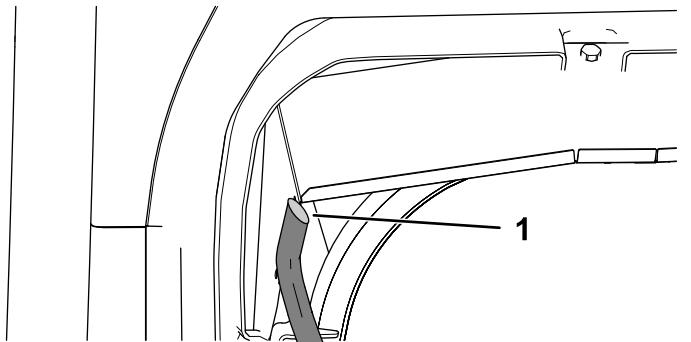

Bild 44
7. Drücken Sie jedes Ende des durchsichtigen Schlauchs zusammen und schneiden ihn in einem 45°-Winkel ab (Bild 44).
8. Flachten Sie den durchsichtigen Schlauch mit der Unterseite der Wasserrinne aus, sodass die Oberseite des Winkels an der Außenseite der Maschine ist; befestigen Sie ihn dann (Bild 44).